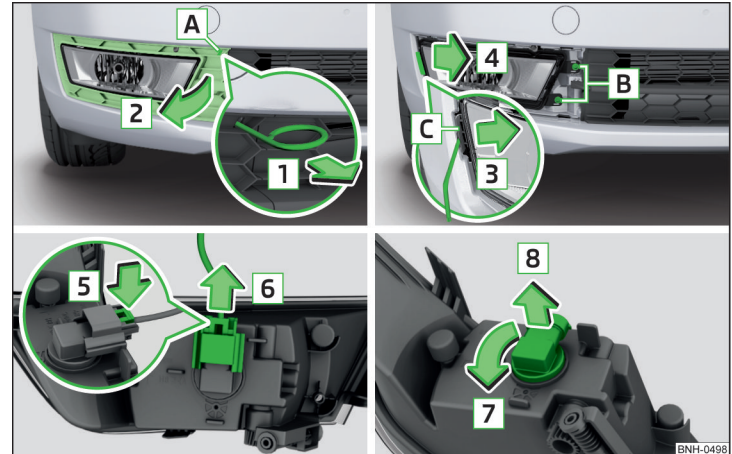

Abb. 166 Nebelscheinwerfer ausbauen / Glühlampe wechseln
- › In die Öffnung **A** » Abb. 166 den Bügel zum Abziehen der Radvollblenden » Seite 165, Bordwerkzeug einführen.
- › Den Nebelscheinwerfer entgegen der Pfeilrichtung [4] » Abb. 166 einsetzen und festschrauben.